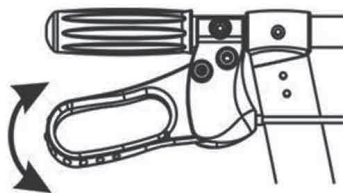

Fig. 1
4. Attachez la ceinture centrale (fig. 1) pour éviter que le déambulateur ne se replie accidentellement, assurez-vous que la ceinture est tendue.
1. Tirez le levier de frein pour ralentir ou arrêter le déambulateur. Relâchez le levier de frein afin de vous remettre en mouvement (fig. 1).